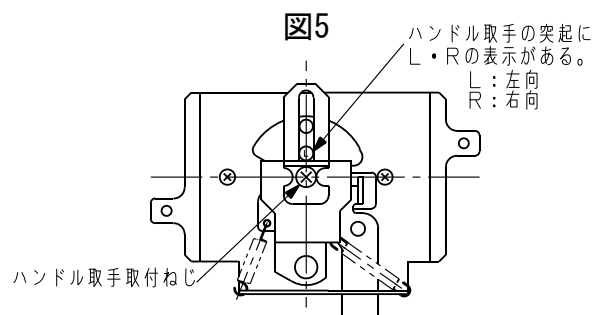

図6
- ①図6に示すハンドル取手を取り付けているねじを緩めて、金具と突起とのはめ合いを外してください。
- ②ハンドル取手を回転させて図6に示す箇所にてL・Rの表示に従って金具にはめ合わせ、再び取付ねじを締め付けてください。